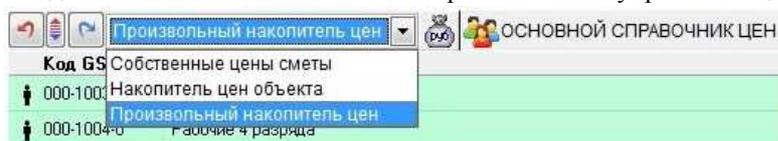

Рис. 1. Элементы управления накопителями цен и системой отмены-повтора
1. В ресурсной смете над заголовками граф располагаются три группы элементов управления. В первую группу входят кнопки системы отмены-повтора и элементы управления ценовыми накопителями (Рис. 1).